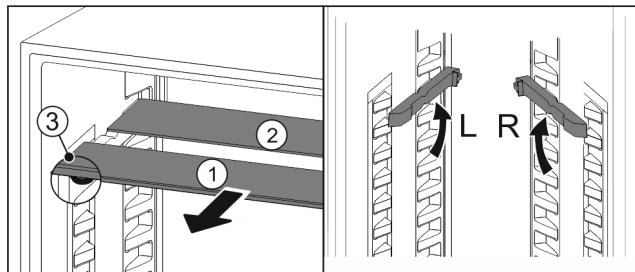

Fig. 112
- Издърпайте Fig. 112 (1) поотделно стъклените площи напред.
- Стъклената плоча Fig. 112 (1) с декоративната лайстна е отпред.
- Ограничителите Fig. 112 (3) сочат надолу.